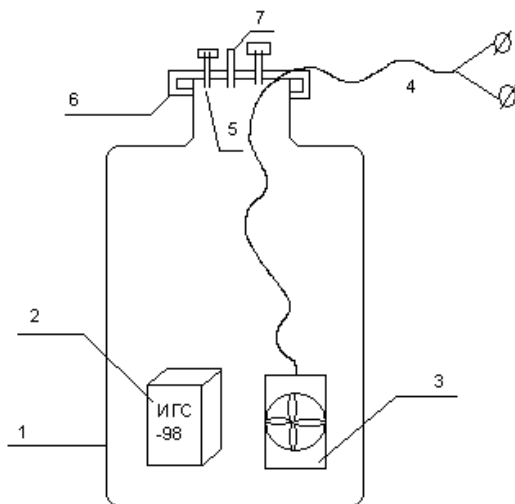

рис.4 Схема газовая принципиальная камеры КГ-3 для проверки индивидуальных газосигнализаторов серии ИГС-98.
производят с помощью дозатора жидкости и камеры известного объема (по схеме на рис.4).
5.5.2. Для этого собирают установку, изображенную на рис. 4. Прибор помещается полностью в камеру через герметичный люк. В камере из прозрачного материала находится вентилятор для перемешивания воздуха, микродозатор жидкой пробы вещества и две герметичные перчатки для работы с прибором в камере при настройке.